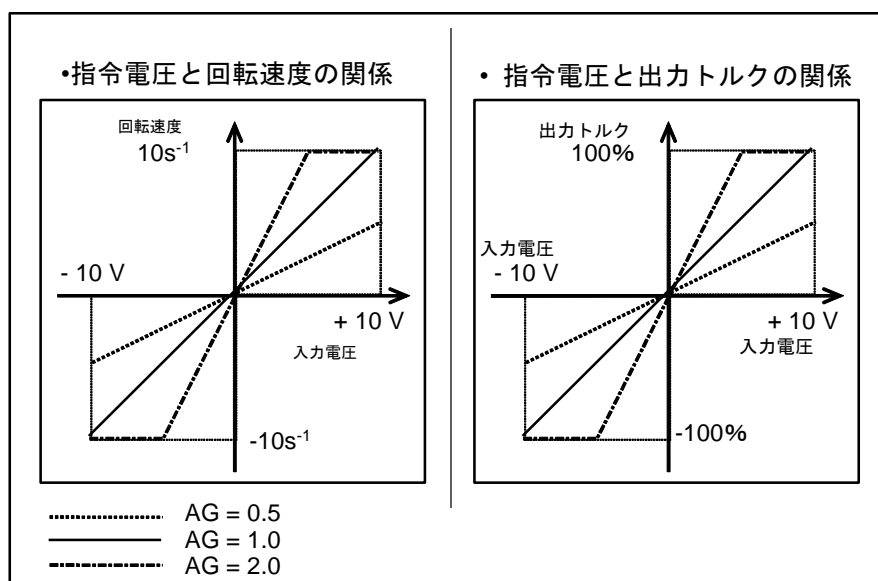

図 6-25 : 指令電圧とモータの回転速度および出力トルク (AC1, DI0 の場合)
- 指令電圧と回転速度および出力トルクの関係は、パラメータ AG : アナログ指令ゲインで変更可能です。指令電圧と回転速度に関しては「図 6-25 : 指令電圧とモータの回転速度および出力トルク」を参照してください。